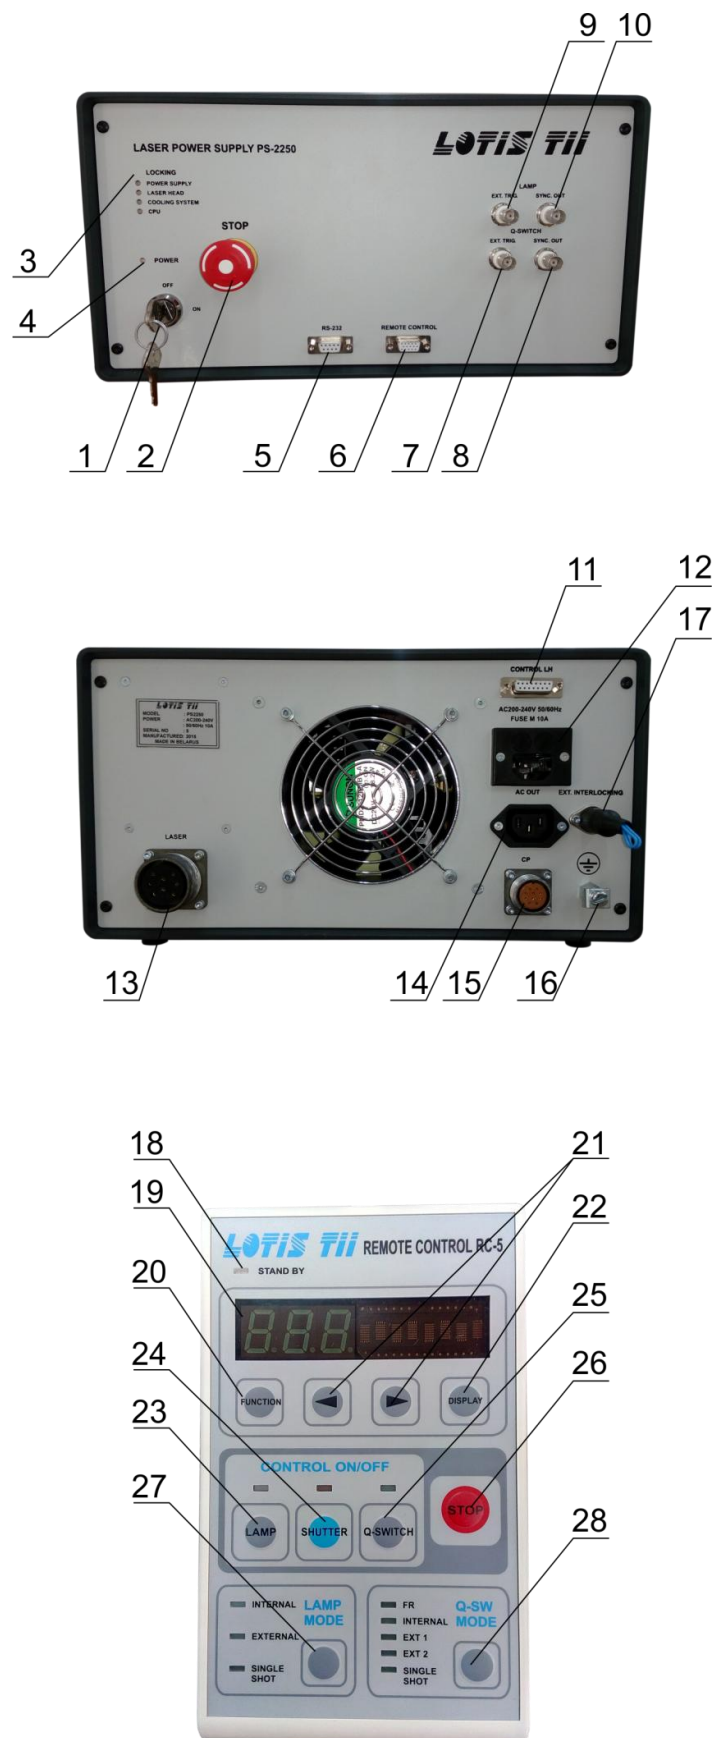

Рис. 5. Блок питания PS-2250 и пульт RC-5.
Вид передней и задней панелей БП, а также панели управления пульта RC-5 представлены на рис.5. Обозначения и функции органов управления приведены в таблице 4
4.6.1. Основные характеристики СО приведены в таблице 5, а обозначения органов управления и их функции на рис.5 и в таблице 6.